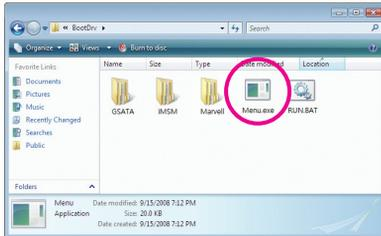
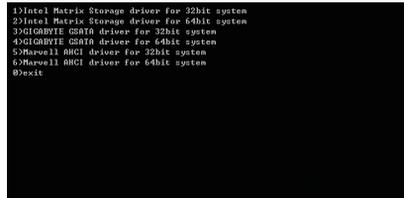

Figure 4
Figure 5
- 2: A partir de votre lecteur de disques optiques, double-cliquez sur le fichier **Menu.exe** dans le dossier **BootDrv** (Figure 4). Une fenêtre Commande d'invite similaire à celle dans Figure 5 apparaîtra.
- 3: Insérez la disquette vierge formatée. En fonction du système d'exploitation à installer, sélectionnez le pilote du contrôleur en appuyant sur la lettre correspondante dans le menu et appuyez sur <Enter>. Par exemple, dans le menu de la Figure 5,
- Pour le Intel ICH10R, sélectionnez **1) Intel Matrix Storage driver for 32bit system** (1) Pilote de stockage Matrix Intel pour système 32-bit pour le système d'exploitation Windows XP.
- Pour le JMicron JMB362/GIGABYTE SATA2, sélectionnez **3) GIGABYTE GSATA driver for 32bit system** (3) Pilote GIGABYTE GSATA pour système 32-bit pour le système d'exploitation Windows 32-bit.
- Pour le Marvell 9128, sélectionnez **5) Marvell AHCI driver for 32bit system** (5) Pilote Marvell AHCI pour système 32-bit pour le système d'exploitation Windows 32-bit (Windows XP uniquement).